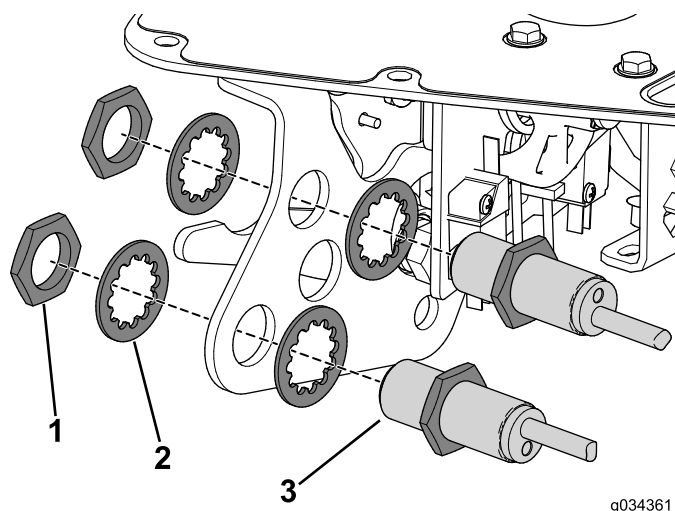

Figura 23
- Utilizzate i dadi e le rondelle di bloccaggio rimossi in precedenza per fissare i sensori di prossimità alla staffa della leva di funzionamento (Figura 23).